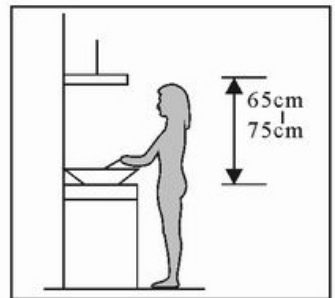

Bild 1
1. Der Abstand zwischen der Kochfläche und der untersten Kante der Dunstabzugshaube muss 65-75 cm betragen (siehe Bild 1)
1. Die Distanz zwischen der Kochfläche und der untersten Kante der Dunstabzugshaube muss 65-75 cm betragen (siehe Bild 1)